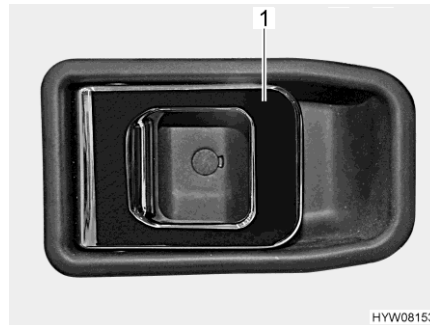

Fig. 34 Cerradura de la puerta (puerta del conductor / puerta del habitáculo en el interior)
- Abrir:* ■ Tirar del tirador (Fig. 34,1). Se desbloqueará o bien abrirá la cerradura de la puerta.
- Bloquear:* ■ Presionar el tirador (Fig. 34,1). Se bloqueará la cerradura de la puerta.